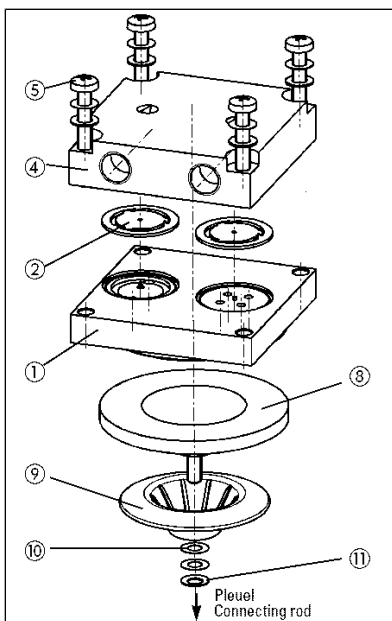

Abb.7 Strukturmembrane wechseln
4. Lösen Sie die vier Schrauben (Abb. 7/5).
5. Nehmen Sie den Kopfdeckel (Abb. 7/4) und die Zwischenplatte (Abb. 7/1) ab.